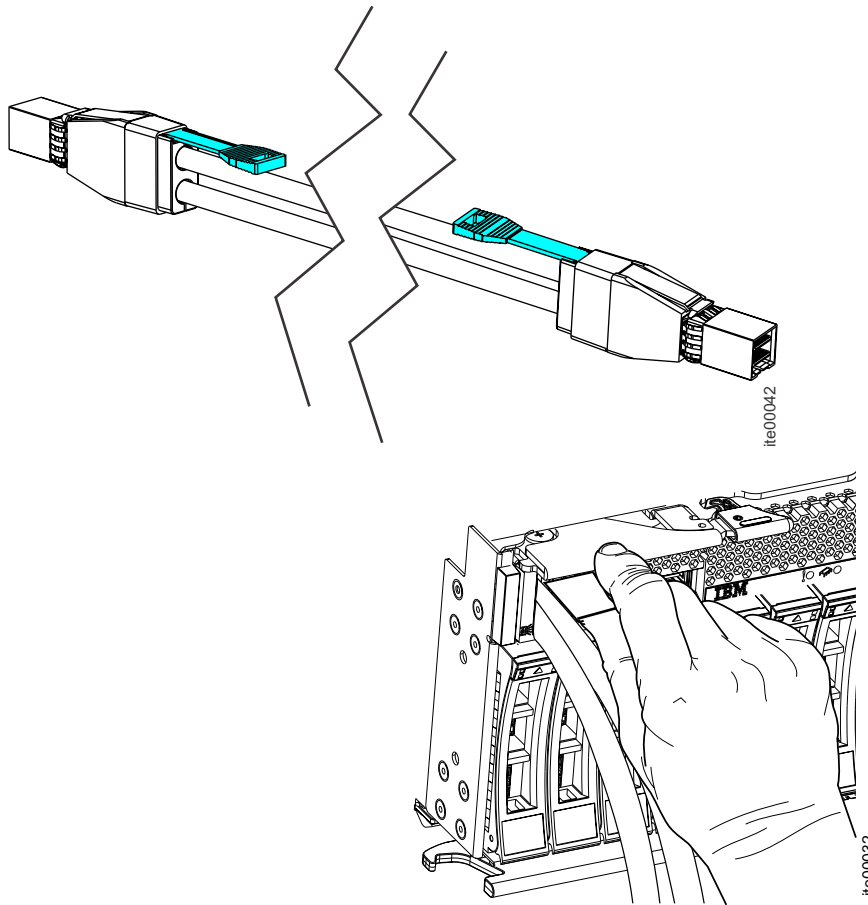

Figure 27. Déconnexion du câble SAS
2. Débranchez une extrémité du câble existant. Tirez la languette bleue avec la flèche vers l'extérieur du connecteur pour le dégager du port. La figure 27, à la page 49 montre le câble SAS.